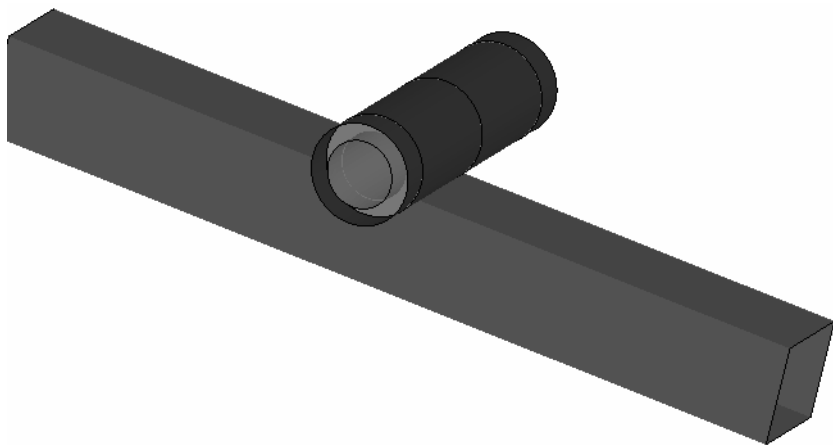

图 8-23 圆筒和方管
(2) 用鼠标左键单击操作界面左上角处的“File”, 再将光标指向“Open”, 然后单击“LS-DYNA Binary Plot Ctrl+B”, 最后找出“D:\Ch8\tubes two”目录下的“d3plot”文件。打开该文件后, 图形窗口出现几何模型。
(3) 单击图形窗口上方的“Background”下拉菜单, 再单击“Plain”, 将图形窗口的背景变为白色 (见图 8-23)。